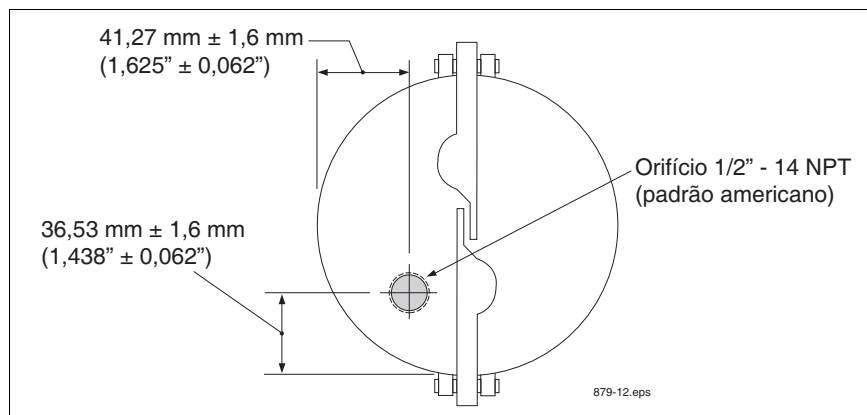

Figura 13. Adaptando uma tampa de metal de tubo pescador já existente
2. Fure e rosqueie a tampa com rosca 1/2"-14 NPT para o prensa-cabo [Figura 13].